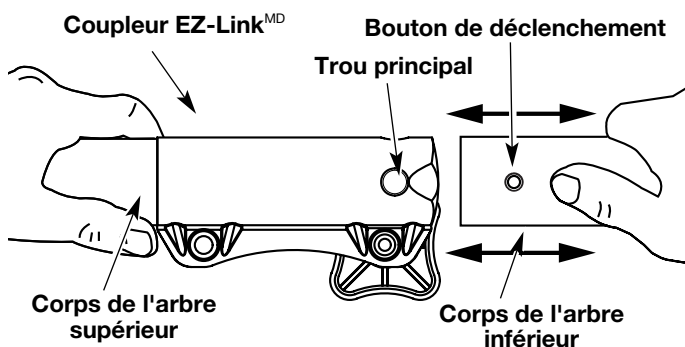

Fig. 7
2. Tenez fermement l'accessoire et enfoncez-le tout droit dans le coupleur EZ-Link^{MD} (Fig. 7).